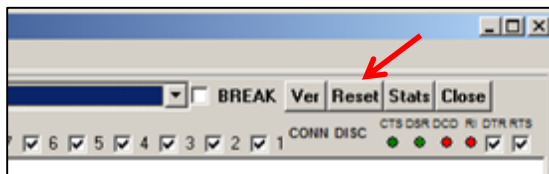

Figure 45: Reset button
4. Click **Reset** (Figure 45).